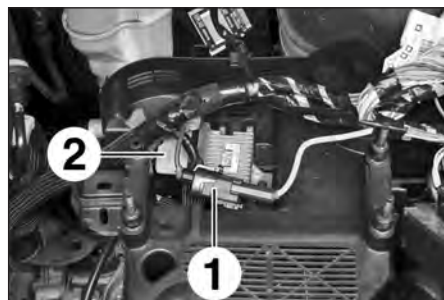

FIG.19
- les connecteurs (1) et (2) (Fig.19),